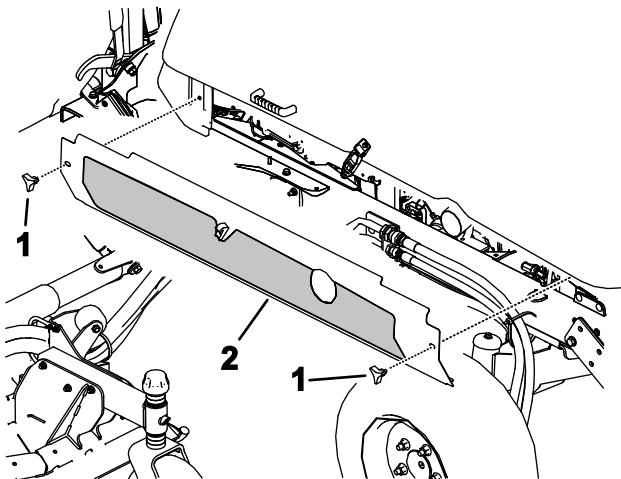

Figure 113
4. Desserrez les boutons et déposez les deux tôles de protection latérales (Figure 113).
5. Reposez les tôles de protection latérales (Figure 113).